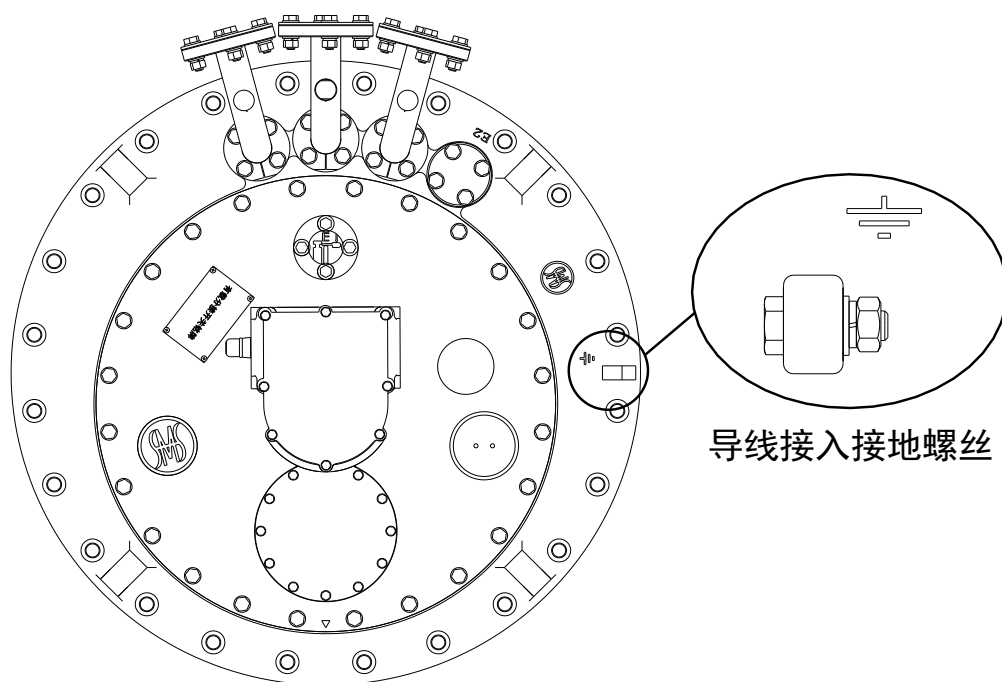

图 9-3 导线接入接地螺丝位置图
1. 将开关安装法兰接地螺栓接至变压器箱盖（1个 M12 螺栓和螺母），19 号扳手。（见图 9-3）